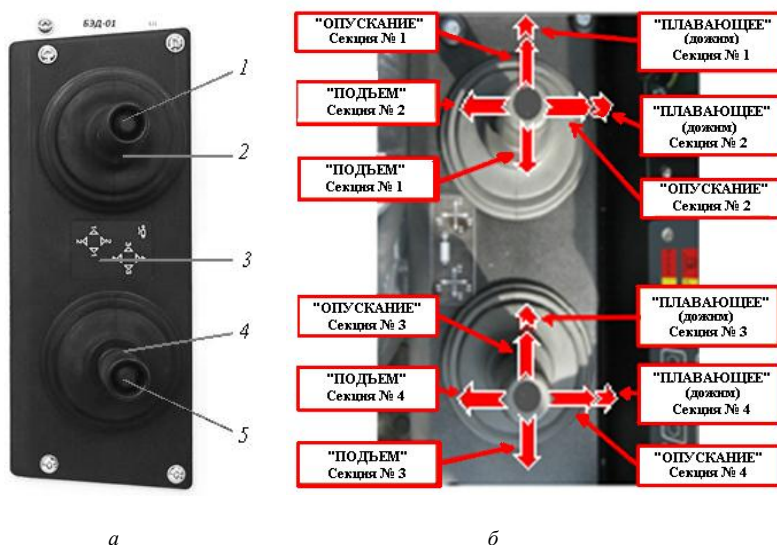

Рис. 1.3. Блок электронных джойстиков БЭД-01:
На тракторе могут быть установлены два взаимозаменяемых типа блоков электронных джойстиков БЭД-01 производства ОАО «Измеритель», г. Новополоцк, или «Восого». Блок электронных джойстиков представлен на рис. 1.3.
5. Джойстиком 4 (см. рис. 1.3), управляя секцией № 3, поднимите плуг из рабочего положения.
Позиция джойстика на рис. 1.3	Направления перемещения джойстика